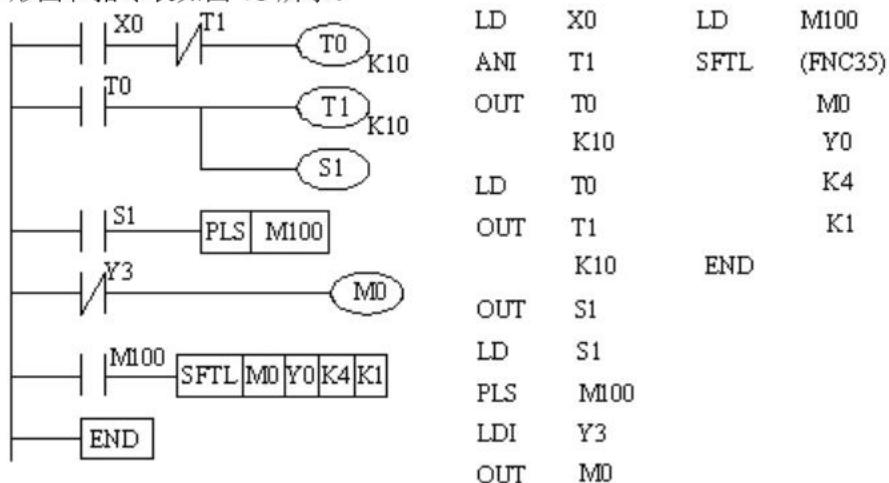

图 19 循环左移位控制程序 (2)
其梯形图和指令表如图 19 所示。
- (1) 按图 19 输入程序。
- (2) 检查程序是否正确。
- (3) 运行程序，观察 Y0、Y1、Y2 和 Y3 的输出是否和真值表一致。